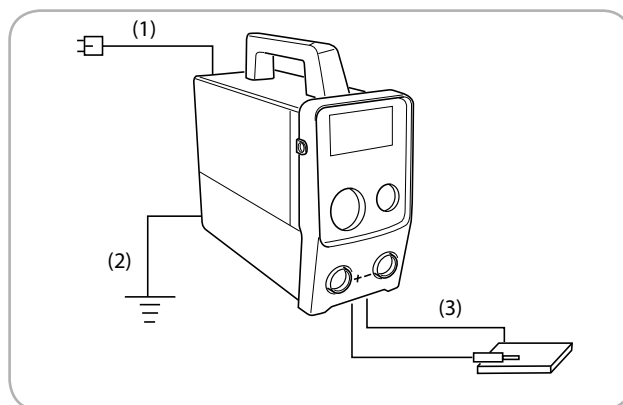

Fig.2
- Verificați cablul electric pe toată lungimea acestuia, verificați și ștecherul înainte și după fiecare utilizare Fig 2 (1)
- Modul în care se face împământarea este prin conectarea acestui cablu între priza de împământare și șurubul din spatele aparatului. Fig 2 (2).
- Cleștele de masă se va conecta la piesa ce urmează să fie prelucrată asigurând un contact cât mai bun și cât mai aproape de zona ce urmează să fie prelucrată Fig 2 (3).